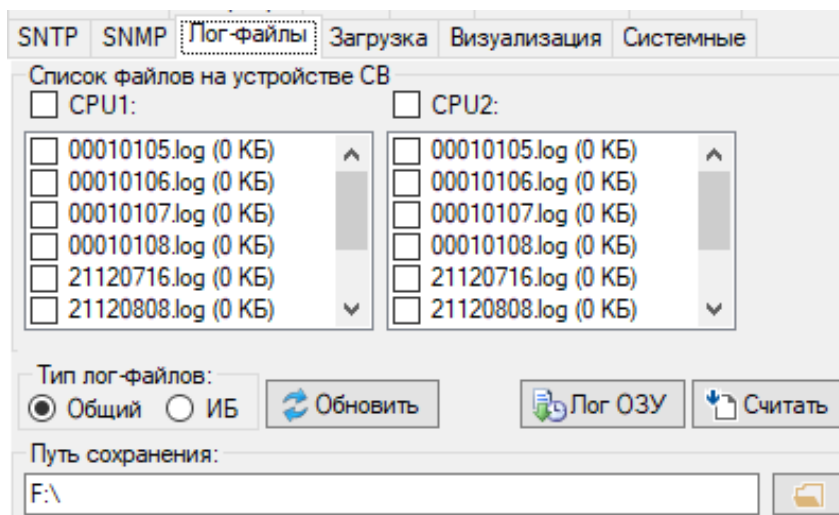

Рисунок 20 – Вкладка «Лог-файлы»
5.3.19 Для вычитывания лог-файлов с карты памяти (в папках CPU1, CPU2) устройства СВ можно воспользоваться кнопкой  на вкладке «Лог-файлы» (см. рисунок 20). Лог-файлы подразделяются на общие и лог-файлы информационной безопасности (ИБ). Файлы вычитываются и сохраняются в выбранной директории в папке “logs”, далее в папке с текущим